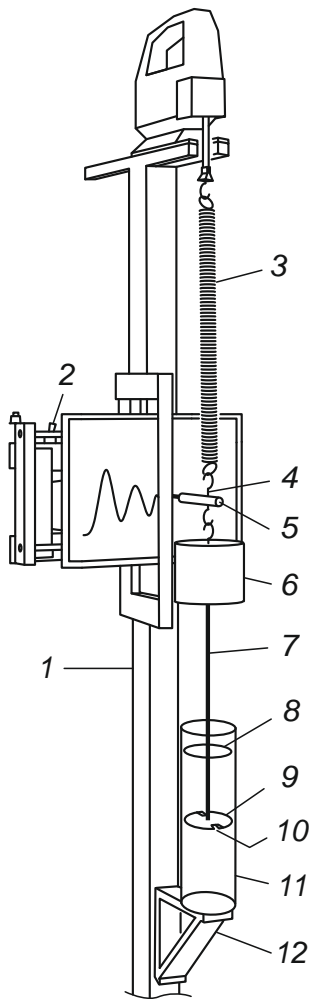

Рис. 1
Демпфером называется устройство, гасящее колебания. Демпфер создаёт сопротивление, направленное против движения массы. Сила сопротивления зависит от скорости массы и конструкции демпфера. В данной работе используется гидравлический демпфер. Он состоит из штока 7 (рис. 1), поршня 9 и цилиндра 11, заполненного водой (в реальных машинах – маслом) примерно до уровня 8.
Демпфер, показанный на рис. 1, создаёт силу сопротивления, зависящую от скорости более сложным образом, чем принято при выводе уравнения (1), поэтому декремент колебаний в наших опытах получится не постоянным. Требуемому идеалу мешает также сопротивление, создаваемое маркером 5, регистрирующем колебания. Однако качественный характер колебаний при этом будет вполне удовлетворительным.
1. Собрать колебательную систему, как показано на рис. 1. В систему входит пружина 3 диаметром 30 мм и груз 6 массой 5 кг. Сначала подвешивают пружину, затем держатель 4 маркера 5, но пока без маркера, груз 6 в сборе со штоком 7 и дисками поршня 9.
3. Прикрепить струбциной (на рис. 1 она не показана) кронштейн 12.